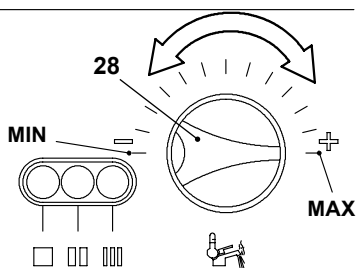

Figura 7.7
- Ruotare la manopola di temperatura sanitari 28 al massimo Figura 7.7 e verificare il valore di CO_2 .